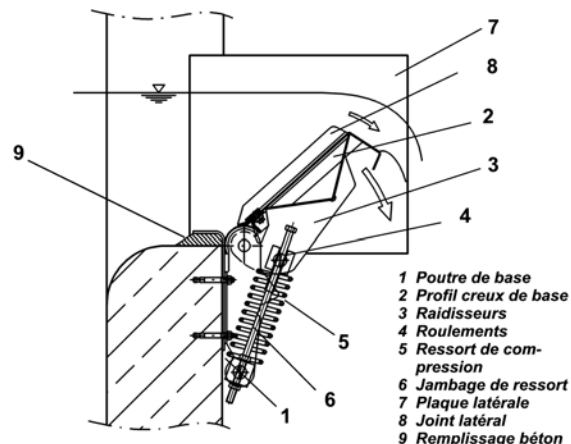

Figure 2 : Pièces constitutives du Déversoir à ressort HYDROVEX Flap
La construction du déversoir à ressort est représentée sur la **Figure 2**. Une poutre de base (1) composée d'un profil en tôle en forme de z, doublement replié est fixé par chevilles sur l'arrière du seuil béton réalisé préalablement. La hauteur de la crête du seuil est calculée individuellement par nos soins en fonction du type de seuil utilisé, du débit de dimensionnement et du niveau d'eau désiré.